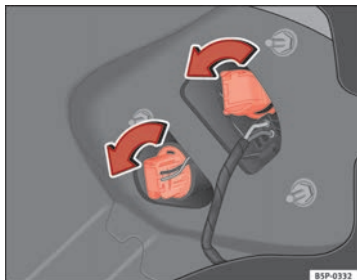

Fig. 202 Feux sur la carrosserie
- Tournez la douille d'ampoule vers la gauche ⇒ fig. 202.